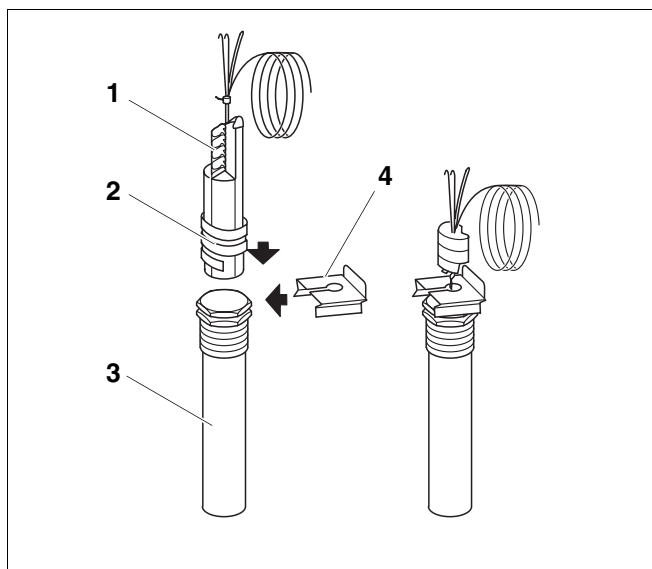

Fig. 20 Kapillærrør med følere og følerlomme
- Kunststofspiralen (fig. 20, **pos. 2**), der holder følerne sammen, skubbes automatisk tilbage ved indføringen. For at sikre at der er kontakt mellem følerlommen (fig. 20, **pos. 3**) og føleroverfladerne, og at temperaturen dermed overføres sikkert, skal udligningsfjedrene (fig. 20, **pos. 1**) mellem følerne være skubbet ind.
- Tryk følersikringen (fig. 20, **pos. 4**) på følerlommehovedet fra siden eller ovenfra.